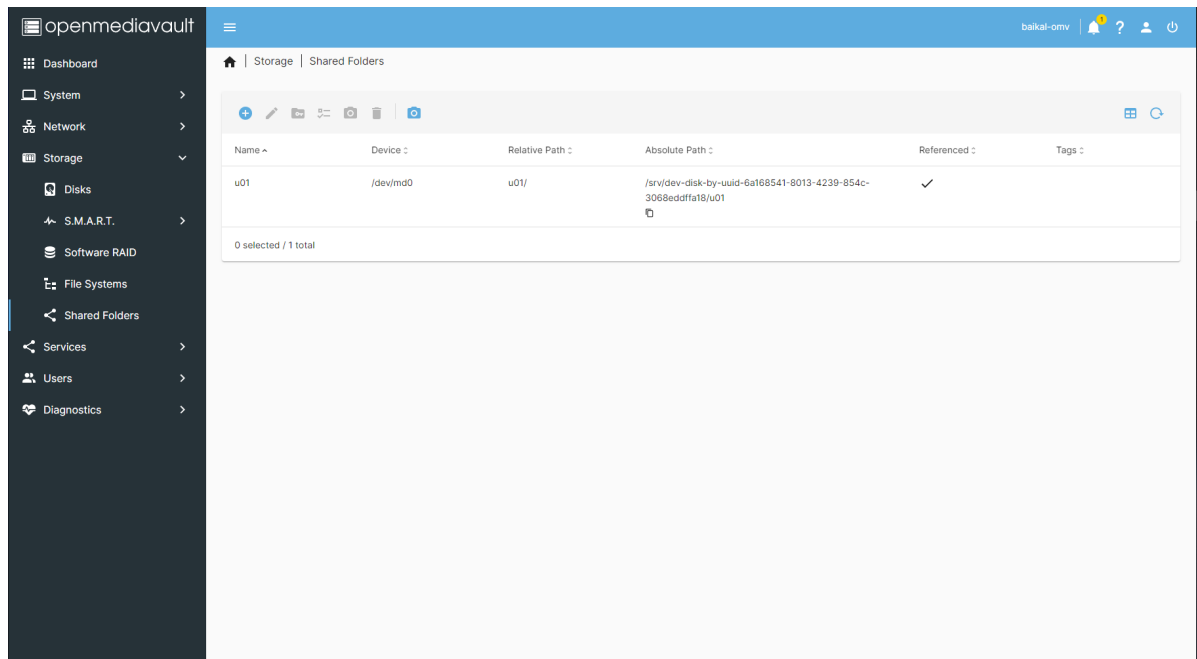

Рис. 61. Окно «Storage»
- 4) Вкладка «Storage» предоставляет возможности настройки для S.M.A.R.T., RAID (создание массивов в 6 различных конфигурациях), File Systems (формат тома, монтирование и размонтирование устройства), Shared Folders (управление общими папками). В этом разделе также можно назначить права доступа и/или привилегии для общих папок.). Окно «Storage» показано на рис. 61 Окно «Storage».